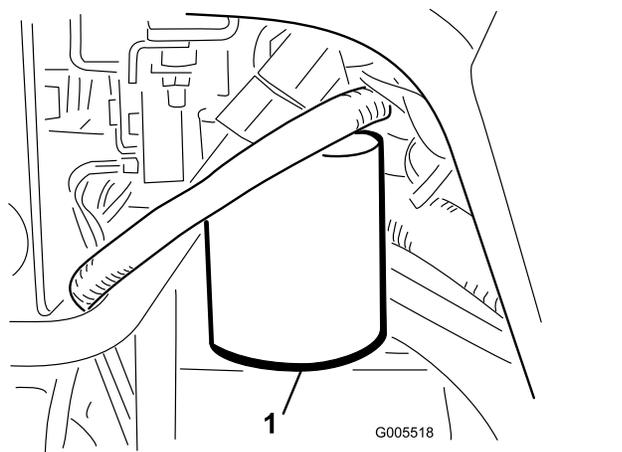

図 57
1. フィルタ容器の周辺をウェスできれいにぬぐう 図 57。フィルタの下に廃油受けを置いてフィルタを外す。